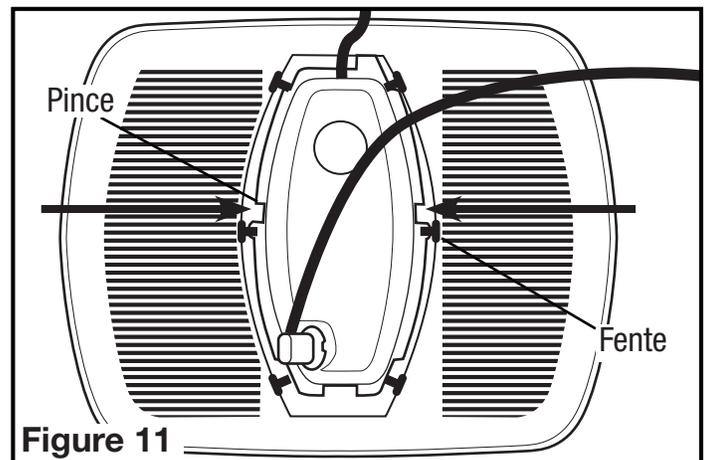
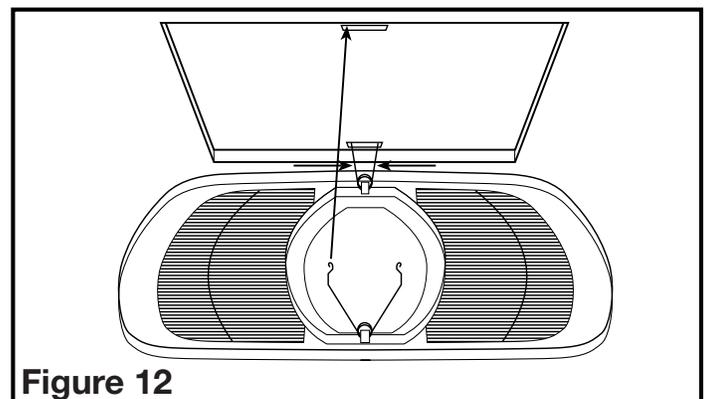

Figure 11
Figure 12
- Installez le réflecteur sur la grille en plaçant les fentes sur le côté du réflecteur au-dessus des pinces de la lentille, près du centre de la grille. Tout en pressant le milieu du réflecteur, faites-le glisser de sorte que les encoches en plastique reposent sous les clips de l'objectif et le réflecteur soit sécuritaire (**Figure 11**).
- Installez la grille (avec réflecteur) en pressant les deux extrémités des ressorts en même temps et en les installant dans les fentes sur le logement du ventilateur. Poussez la grille vers le haut en position (**Figure 12**).
- Remplacer la lampe :** coupez l'alimentation de l'appareil. Retirez la grille en tirant vers le bas sur la grille et en serrant ensemble les ressorts de la grille pour libérer de logement (**Figure 12**). Retirez le réflecteur de la grille en faisant glisser les encoches du réflecteur du dessous des pinces des lentilles du gril (**Figure 11**).